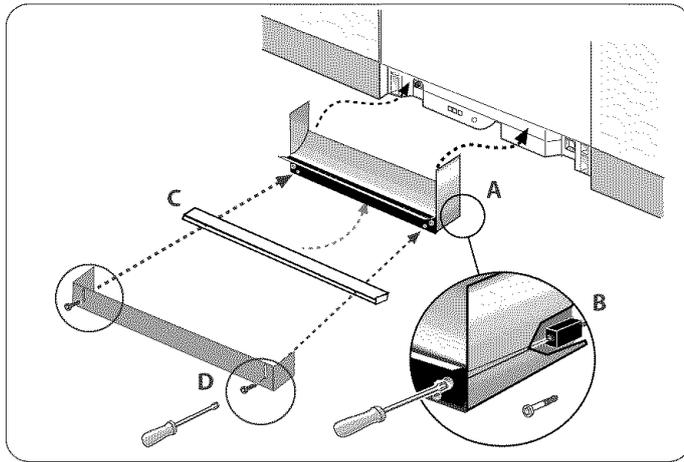
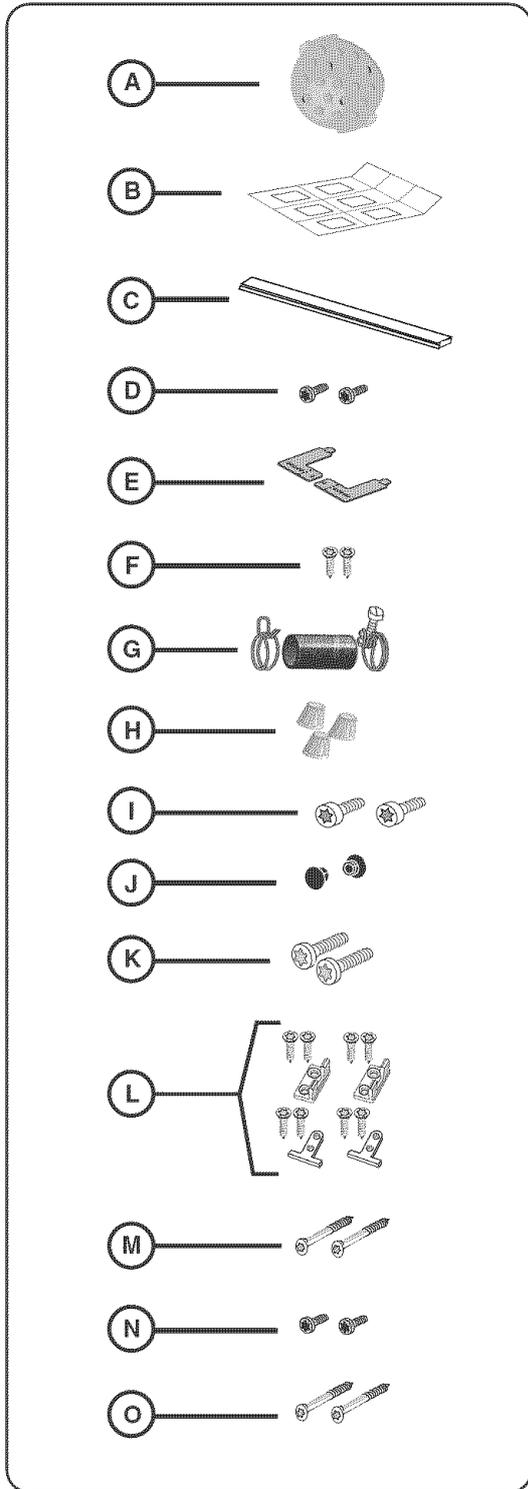

Figure 31
Ilustración 1
- 1) Placer la pièce base sous et vers le haut du panneau inférieur avant du lave-vaisselle comme à la figure 31.
- 2) Insérer les vis de pièce de base (figure 1, lettre O) dans la pièce de base, figure 31, lettre B. Serrer les vis de pièce de base.
- 3) Placer la bande isolante en coton (figure 1, lettre C) sous l'appareil entre le bas de la pièce de base et le plancher comme à la figure 31, lettre C.
- 4) Placer le panneau inférieur sur la bande isolante en coton et utiliser les vis du panneau (figure 1, lettre N) pour maintenir le panneau en place comme à la figure 31, lettre D.
Les numéros de modèle et de série sont situés sur la plaque signalétique placée du côté droit de l'intérieur de la porte du lave-vaisselle. Voir figure 1. Cela ressemble à ceci :
Los Accesorios para su lavadora se empacaron en una o más bolsas de plástico. Revise que se incluyeron con su modelo todas las piezas que se muestran en la Ilustración 1 (NOTA: Los gráficos se muestran fuera de proporción). Si faltan piezas, comuníquese al respecto inmediatamente con el vendedor.
- Una Boquilla Regadera para Piezas Extra Altas (Ilustración 1, artículo A)
Los modelos SHI y SHV también incluyen una Hoja Patrón para la Instalación del Panel (Ilustración 1, artículo B).
Los modelos SHY66 y SHX99A también incluyen una Tira Aislante de Algodón (Ilustración 1, artículo C).